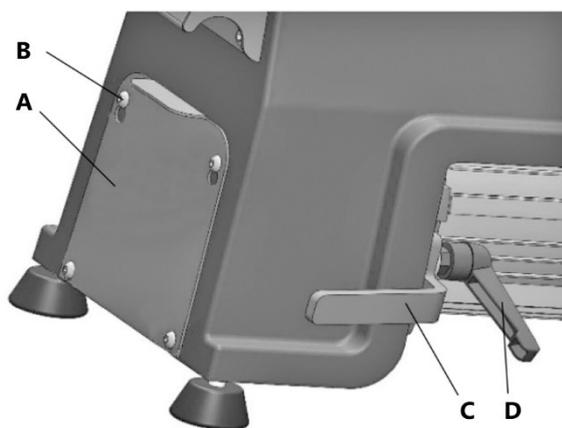
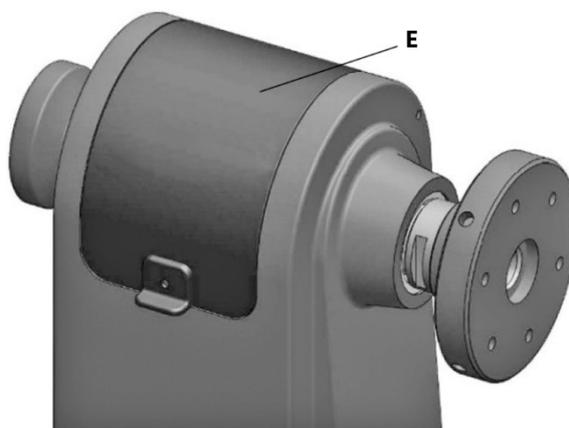

Рисунок 14.
Рисунок 15.
Ослабьте, но полностью не откручивайте, четыре винта В, которые крепят нижнюю панель А (рис. 14). Приподнимите и снимите ее. Откройте верхнюю панель доступа Е (рис. 15).
Ослабьте фиксатор D (рис. 14) и опустив рукоятку С, натяните ремень. Затем зафиксируйте ручку D.
Если ремень натянут верно, то он должен отклоняться на примерно на 10-12 мм при нажатии посередине между верхним и нижним шкивами. Установите на место панель А, закройте панель Е (рис. 15).
- Снимите боковую панель В и откройте верхнюю панель А (рис. 15,16).